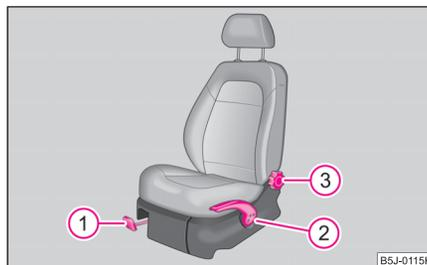

Fig. 45 Elementos de manejo en el asiento
- Tire de la palanca ① ⇒ fig. 45 hacia arriba, desplazando al mismo tiempo el asiento hasta la posición deseada.
- Suelte la palanca ① y desplace el asiento hasta que el enclavamiento encastre de forma audible. ▶